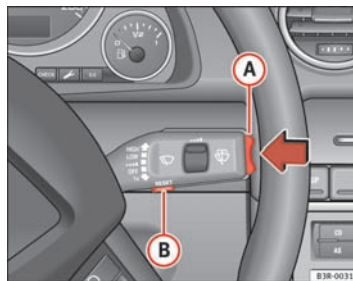

Fig. 58 Levier d'essuie-glace : sélecteur de fonction
- Appuyez sur le côté supérieur ou inférieur du sélecteur de fonctions situé sur le levier de commande d'essuie-glace (A) ⇒ page 88, fig. 58 pour modifier la valeur programmée. Les valeurs augmentent ou diminuent à la cadence de 10 km/h.
- Appuyez sur la touche Reset située sur le levier d'essuie-glace (B) ⇒ page 88, fig. 58 jusqu'à ce que le symbole barré du seuil d'alerte 2 s'affiche.